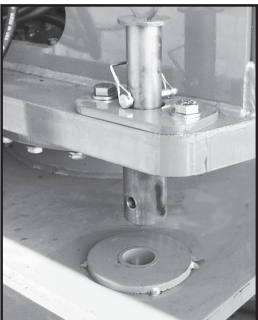

Abbildung 1: Sicherungsbolzen
- 3. Sicherungsbolzen zurückziehen. Siehe Abbildung 1.